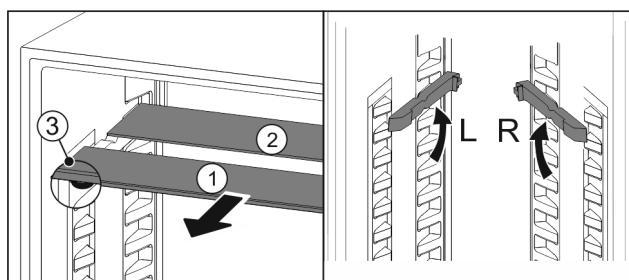

Fig. 77
- ▶ estrarre i ripiani di vetro singolarmente tirando in avanti Fig. 77 (1).
- ▷ Il piano in vetro Fig. 77 (1) con il motivo ornamentale è nella parte anteriore.
- ▷ I fermi Fig. 77 (3) sono rivolti verso il basso.